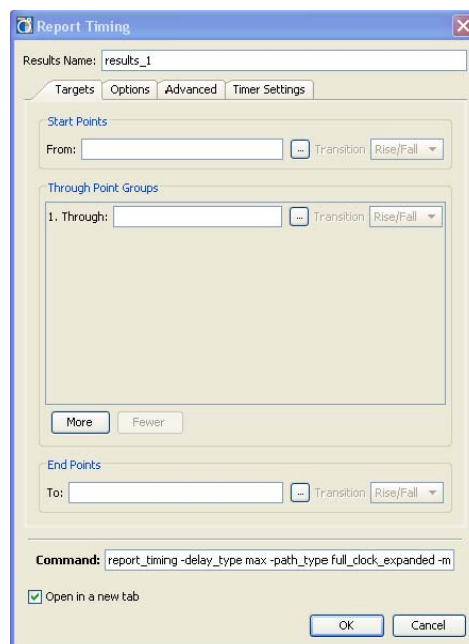

図 7-13 : [Report Timing] ダイアログ ボックス
2. タイミング レポートをカスタマイズする [Report Timing] ダイアログ ボックスが開きます (223 ページの図 7-13)。